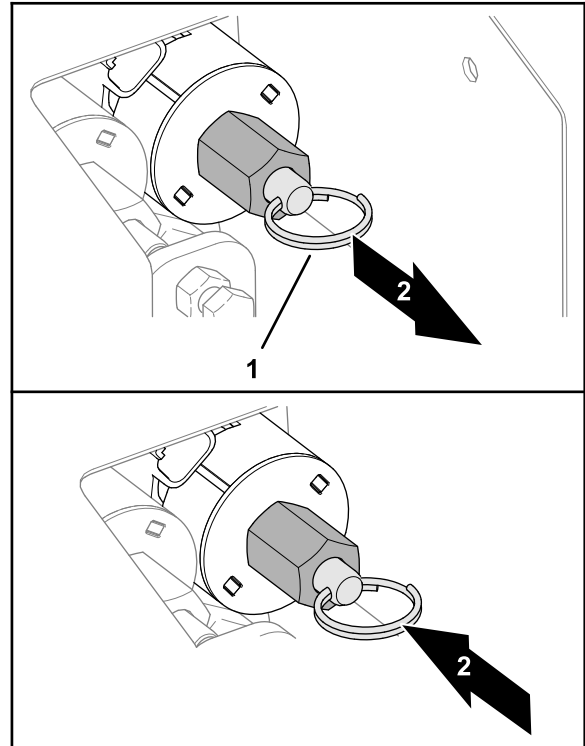

Bild 32
- Ziehen Sie am Ring an der Ventilstange, um den Füllkasten abzusenken (Bild 32).
- Drücken Sie den Ring an der Ventilstange hinein, um den Füllkasten anzuheben (Bild 32).